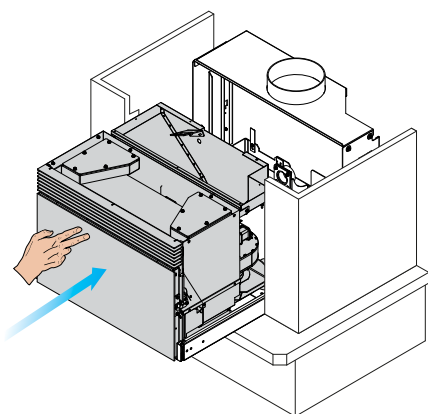

fig. 6.1.12
- 12) Spingere l'apparecchio fino alla fine delle guide (fig. 6.1.12).